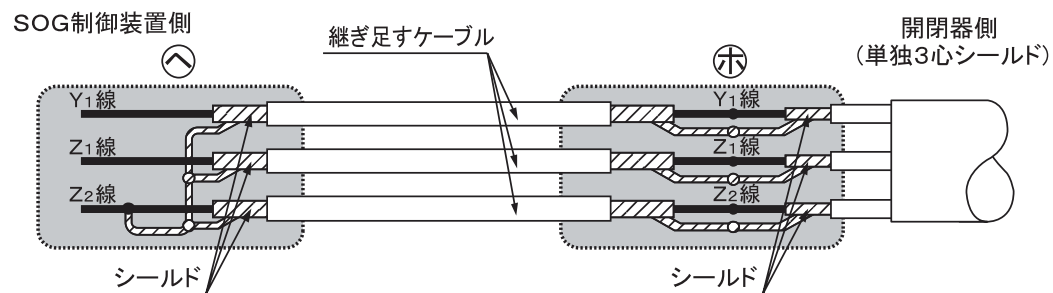

図 13 ケーブルの継ぎ足し
- ㊦ 開閉器側制御ケーブルの末端は、シールド線を Z2 端子に半田付けしていますので、継ぎ足す場合には Z2 端子から Y1、Z1、Z2 の各々のシールド線を外し、端子記号を合わせて接続してください。また開閉器側の Y1、Z1、Z2 のシールド線と継ぎ足すケーブル側の Y1、Z1、Z2 のシールド線を各々接続してください。(図 13)
- ㊧ 継ぎ足した側のケーブル末端は、SOG 制御装置側で Y1、Z1、Z2 のシールド線と Z2 端子を接続してください。(図 13)